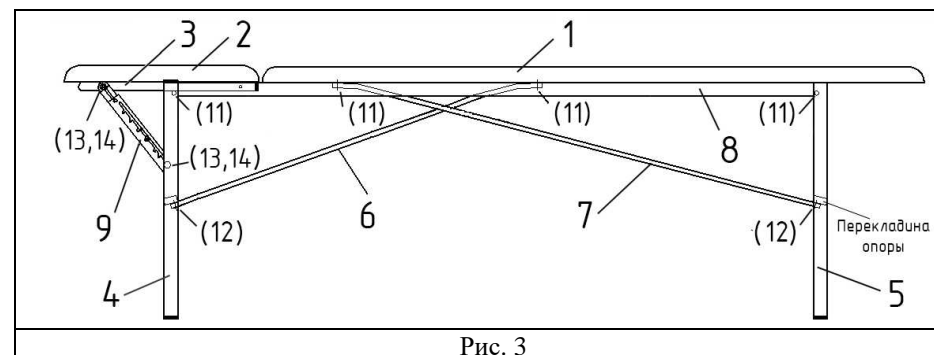
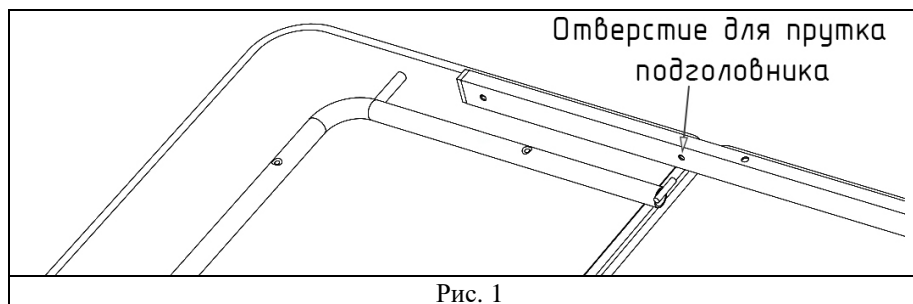

Рис. 3
Рис. 1
2. Прикрепить один из профилей (8) к лежаку (1). Для этого сориентировать профиль относительно лежака по схеме на рис. 1, 2. Так как профили (8) симметричные, необходимо обратить внимание на расположение несквозного отверстия для прутка подголовника – оно должно быть обращено вовнутрь лежака.
3. В несквозное отверстие прикрепленного профиля вставить прутки рамы подголовника (3) рис. 1.
4. На второй прутки рамы подголовника (3) надеть второй профиль (8). После чего прикрепить профиль (8) к лежаку (1) при помощи винтов М6х50 (10).
5. Прикрепить раму подголовника (3) к подголовнику (2) винтами 5х35 (15), закрутив их в установленные в подголовнике забивные гайки.
6. Опору с приваренным болтом (4) расположить со стороны подголовника так, чтобы болт опоры и болт рамы подголовника были направлены в одну сторону. Прикрепить опору к профилям (8) при помощи двух винтов М6х30 (11).
7. Прикрепить с помощью двух винтов М6х30 (11) опору без болта (5) к профилям (8) через боковые отверстия профилей (обратить внимание на уклон перекладки опоры см. рис. 3).
8. Прикрепить стяжки (6, 7): использовать винты М6х30 (11) для крепления с забивными гайками лежака (1) и винты М6х25 (12) для крепления к опорам (4, 5). Малую стяжку (6) крепить со стороны подголовника!
9. Кронштейн телескопический (9) располагается лицевой стороной наружу, выдвижной частью к подголовнику. Прикрепить кронштейн к приваренным болтам рамы подголовника (3) и опоры (4) с помощью гаек М8 (14), подложив шайбы М8 (13).